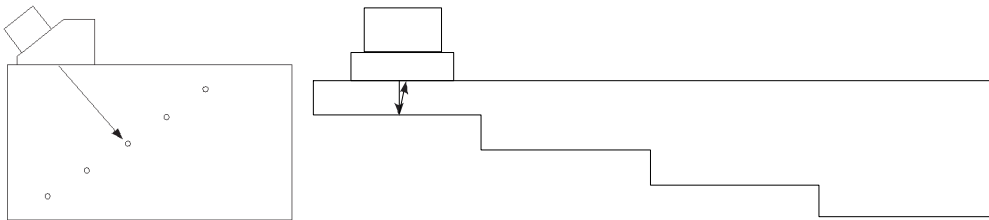

图 5-20 用于 TCG 校准的校准试块
1. 将探头放置于校准试块上，如第 124 页的图 5-20 所示。